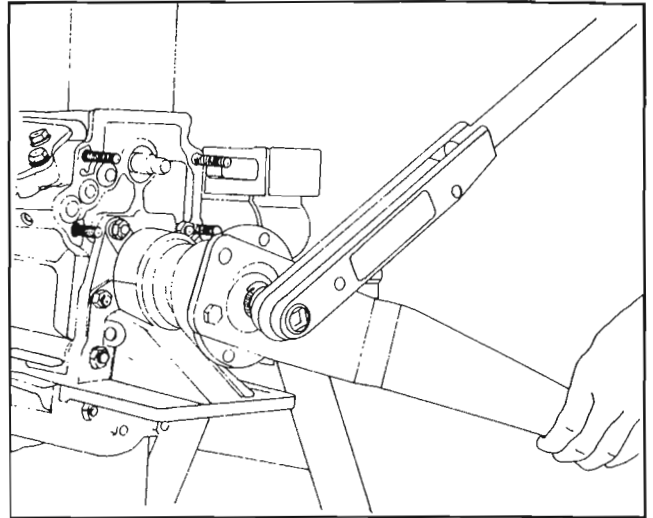

Fig. 111
Instale la brida de acoplamiento en el extremo trasero del eje primario. Instale la tuerca hexagonal con chaveta (45) y apriétela con el par especificado de 24-28 mkg. *Fig. 111*